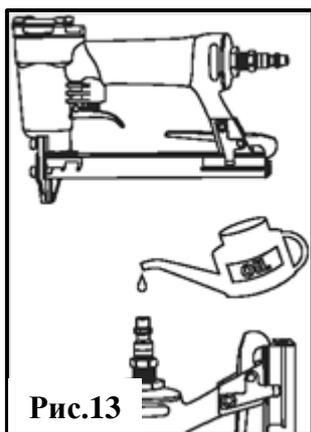

Рис.13
- Для мягкой работы инструмента перед каждым использованием добавляйте 3-5 капель масла для пневматического инструмента в отверстие для впуска воздуха Рис.13.